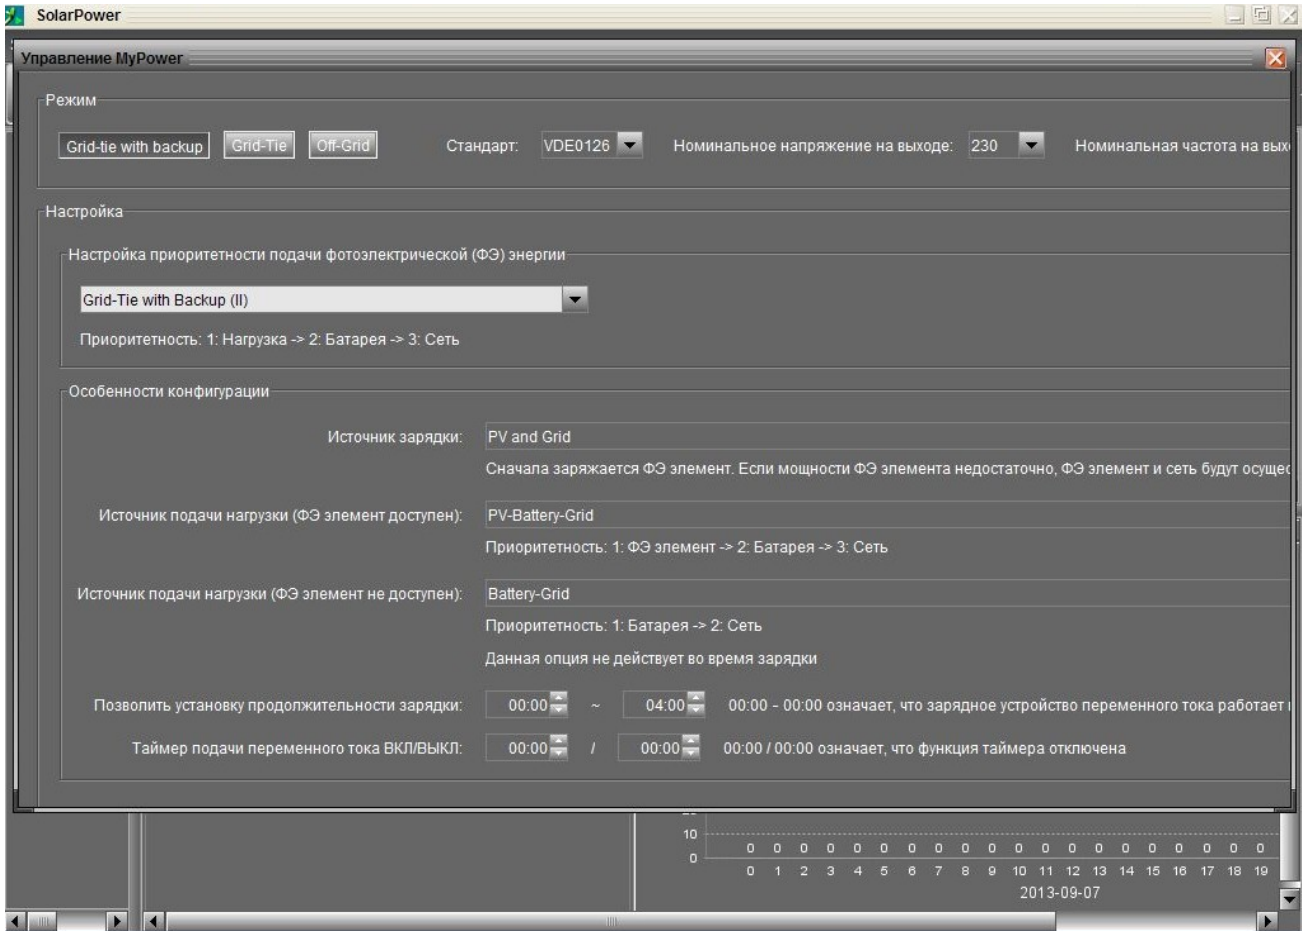

Рис. 11-2. Режим Grid-tie with backup (II)
- **Grid-tie with backup (II)** (см. рис. 11-2):